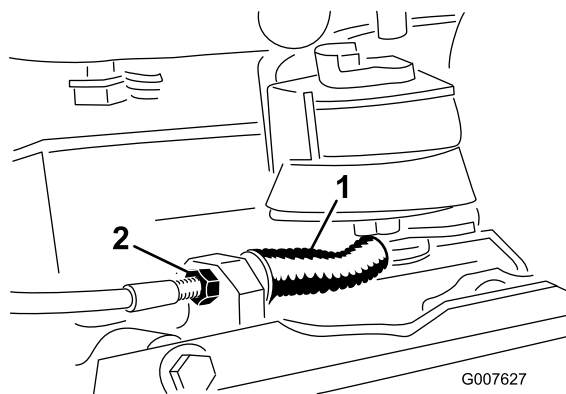

Figura 34
- Para reducir la tensión del cable, afloje la contratuerca delantera del cable y apriete la contratuerca trasera (Figura 34). Repita los pasos 1 y 2 y ajuste la tensión si es necesario.
- Para aumentar la tensión del cable, apriete la contratuerca delantera del cable y afloje la contratuerca trasera (Figura 34). Repita los pasos 1 y 2 y ajuste la tensión si es necesario.